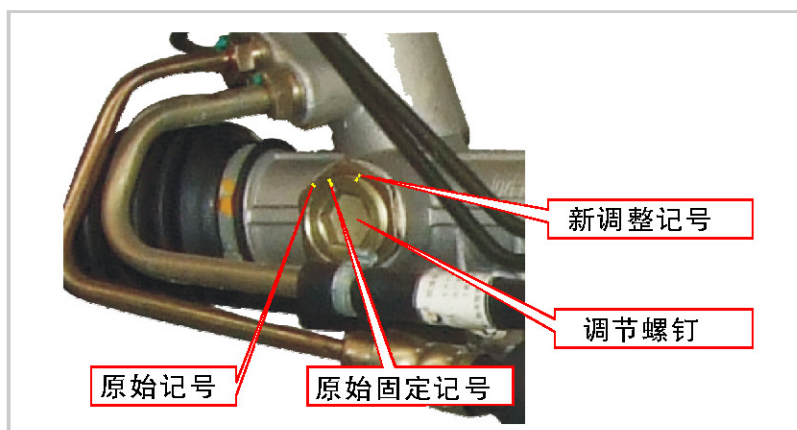

图6-39 固定调节螺钉
- ④ 进行实际试车，注意在场地调头或转向后转向系统应自动顺畅地回到正前打直位置；
- ⑤ 将调节螺钉紧固，（见图6-39所示）的位置。